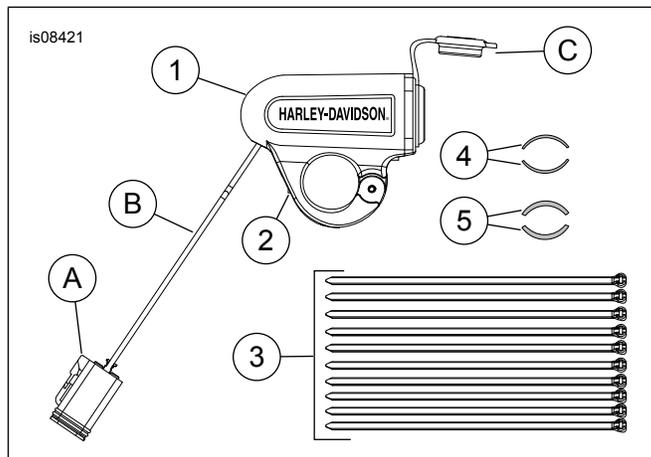

Figura 3. Parti di ricambio: Alimentatore a 12 volt del manubrio
Vedere Figura 3 e Tabella 2.
5. Vedere Figura 3 e Tabella 2.
- a. Per manubri da 7/8", installare le guarnizioni spesse (5) del kit.
- b. Per manubri da 1", installare le guarnizioni sottili (4) del kit.
7. Vedere la figura 3. Posizionare la porta di alimentazione nella posizione desiderata. Collocare la vite (2) in posizione. Non serrare ancora del tutto.
- a. Vedere la figura 3. Tagliare il connettore a sei pin (A).
- b. Rimuovere 9,5 mm (0,375 pollici) di isolamento da ciascun filo sul cablaggio (B).
- b. Vedere la figura 3. Rimuovere il coperchio della presa (C).
- c. Vedere la figura 3. Spelare i cavi e installare i terminali dal kit (69201750). Vedere il manuale di manutenzione.
14. **Tutti gli altri modelli:** Vedere la figura 3. Rimuovere la copertura antipolvere dal connettore dell'accessorio. Inserire il connettore da 12 volt nel connettore a sei pin (A).
15. Fissare il cablaggio (B) con fascette per cavi (3). Il cablaggio extra o allentato (B) può essere fissato a spirale con cinghie per cavi